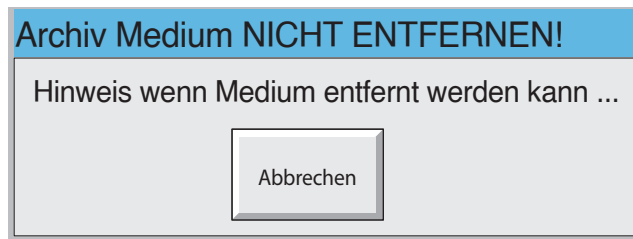

Abbildung 2.4.1c Meldung „Archiv Medium NICHT ENTFERNEN!“
3. Die Klappe wird für fünf Sekunden auf die übliche Weise entriegelt (um Zugriff auf den Stift und den usbfront-Port zu gewähren), es erscheint jedoch eine Warnmeldung auf dem Bildschirm (Abbildung 2.4.1c).